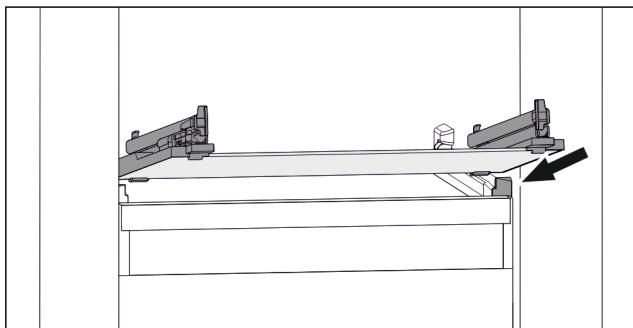

Fig. 72 Приблизне відображення скляної пластини
- Встановити скляну пластину за стопорами навскоси. (див. Fig. 72)